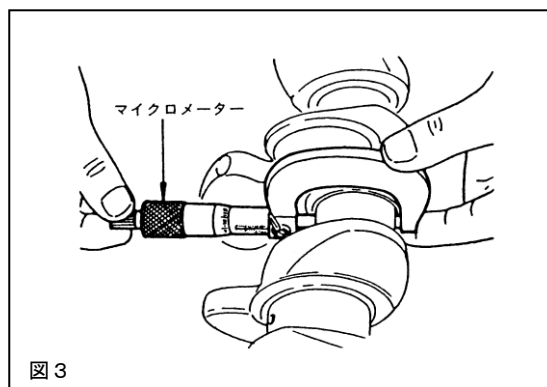
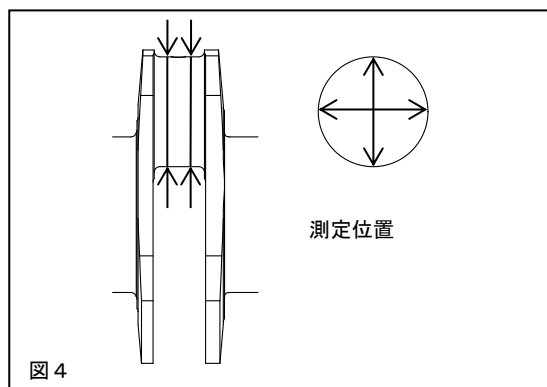

図3
図4
3. 5 クランクピンを測定する場合は、図3、図4を参照し、クランクシャフトのピン径をマイクロメータを使用して測定してください。